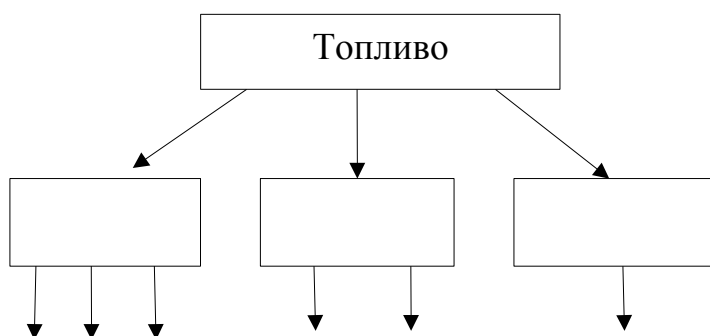

Рисунок 1 - Состав топлива
**Задание 1.** Составить схему (рис. 1) состава топлива